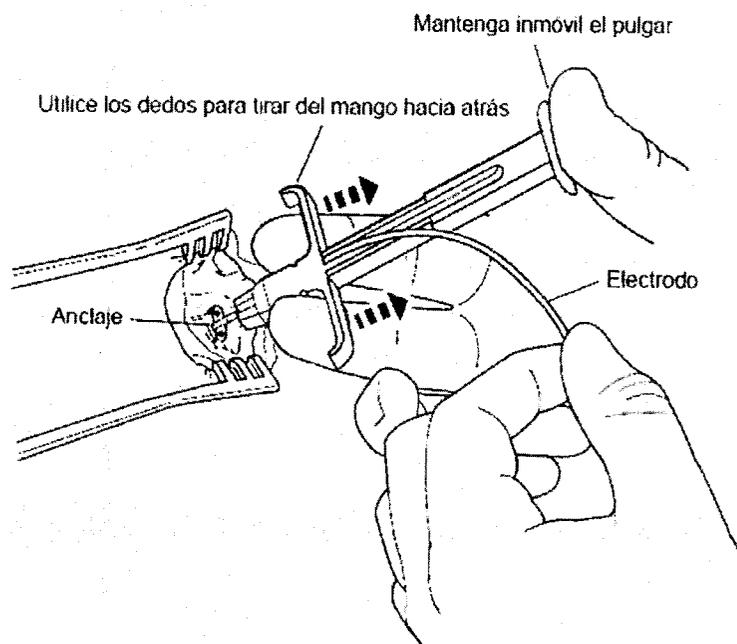

Figura 3. Liberación del anclaje.
8. Mientras mantiene la posición del electrodo con una mano, sitúe el pulgar y los otros dedos de la otra mano sobre el dispensador del anclaje como si sujetara una jeringa (Figura 3).